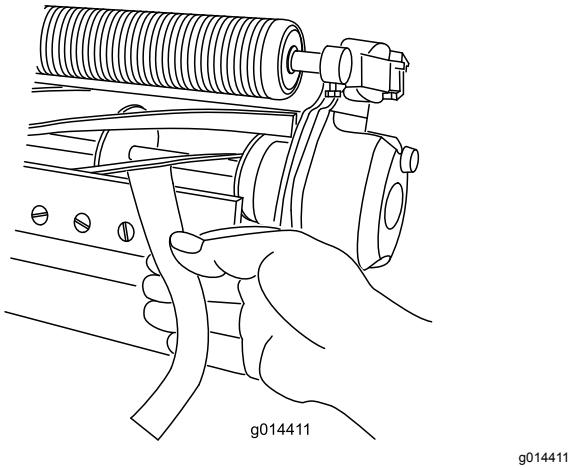

Рисунок 5
- С одной стороны барабана вставьте длинную полосу газетной бумаги между барабаном и неподвижным ножом (Рисунок 5). Медленно вращая барабан вперед, поворачивайте регулировочный винт планки неподвижного ножа по часовой стрелке (с той же стороны барабана, по одному щелчку за раз, пока бумага, вставленная с передней части барабана параллельно неподвижному ножу, не будет слегка прижата). Вы должны заметить небольшое сопротивление, когда потяните за бумагу.
- После завершения регулировки проверьте, может ли барабан прижать бумагу, вставленную с передней части, и отрезать бумагу, вставленную под прямым углом к неподвижному ножу (Рисунок 5).